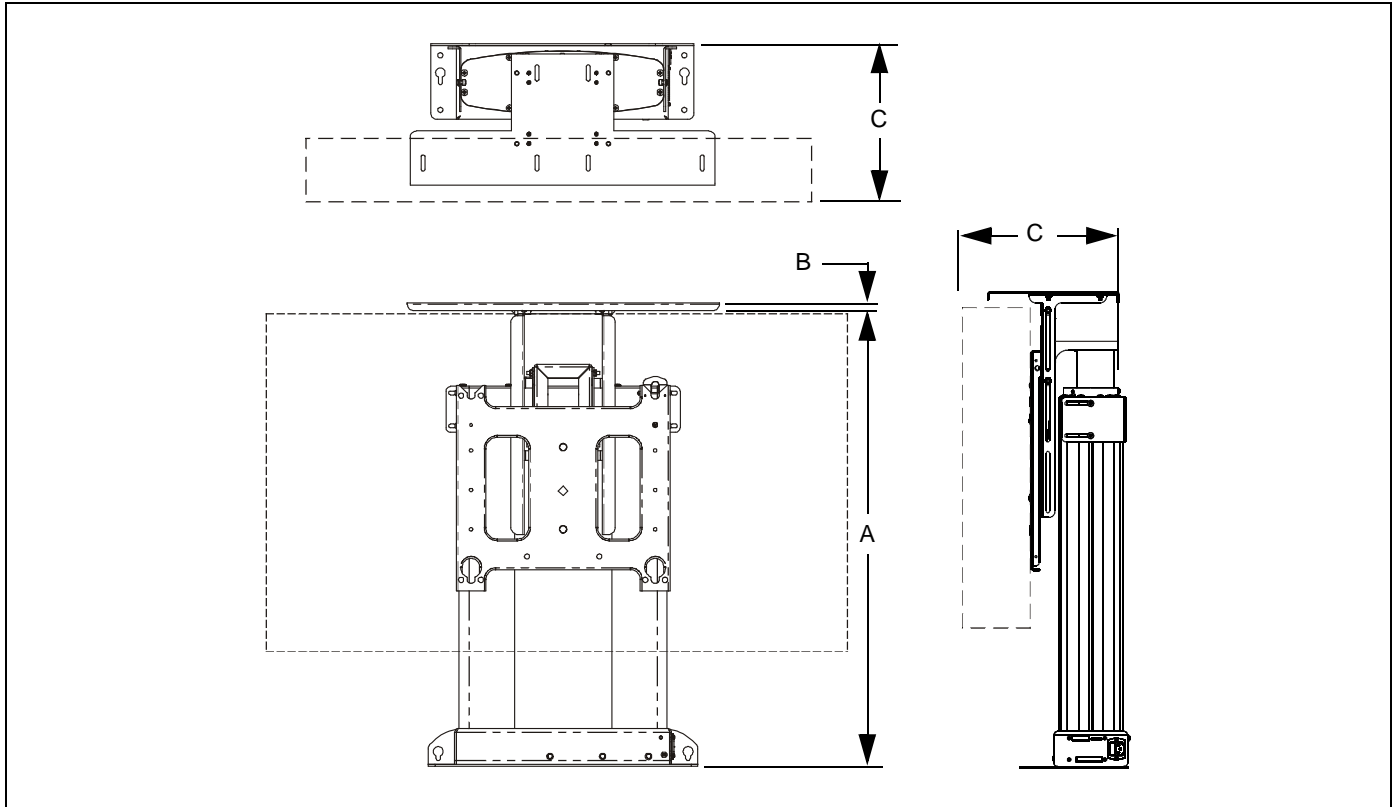

рис. 16
1. Измерьте и запишите расстояние «А», как показано на рисунке ниже. (см. рис. 16)
2. Измерьте и запишите расстояние «В», как показано на рисунке ниже. Это толщина материала крышки, которая будет установлена на устройство CM2. (см. рис. 16)
4. Измерьте и запишите расстояние «С», как показано на рисунке ниже. Это расстояние от задней части вертикального монтажного кронштейна CM2 до самой дальней точки на мониторе. (см. рис. 16)
15. Плавно передвигайте боковую крышку направляющей кабелей по креплению CM2 и соедините два отверстия в боковой крышке направляющей кабеля с двумя отверстиями в креплении CM2. (см. рис. 16)